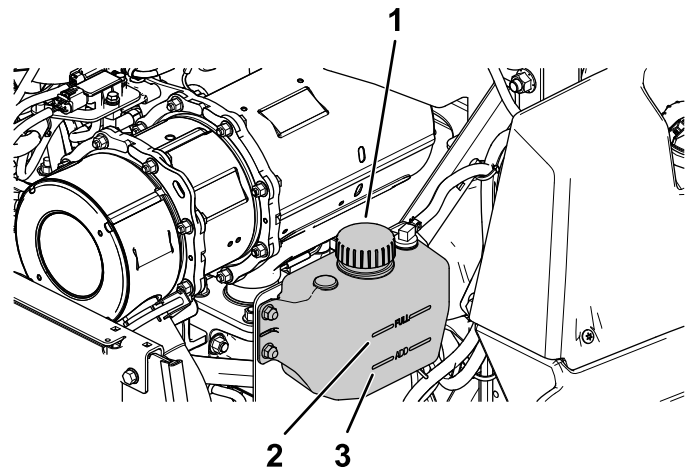

Figura 55
4. Compruebe el nivel de refrigerante en el depósito de expansión (Figura 55).
5. Si el nivel de refrigerante es bajo, retire el tapón del depósito de expansión y añada el refrigerante especificado (Figura 55).